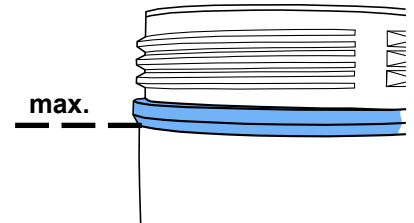

Fig. 7
- Expulsar por completo el aire del depósito de chorreado presionando la válvula de aireación (5).
- Desenroscar la tapa del depósito (4). (Si no es posible soltar la tapa del depósito, será que aún existe presión en el tanque de chorreado >>> ¡accionar nuevamente la válvula de aireación!)
- Llene el depósito tan sólo hasta la máxima altura de relleno (Fig. 7) (abombamiento de la envoltura del depósito por debajo de la rosca) con material abrasivo.